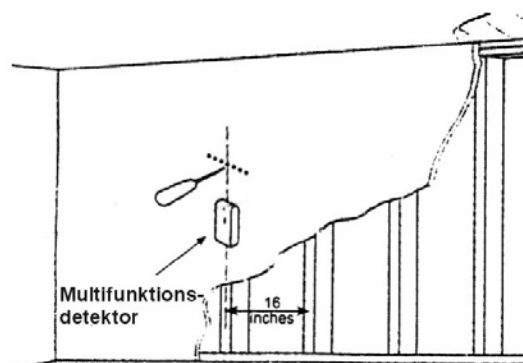

Abbildung 1
1. Wählen Sie zwei nebeneinander stehende Holzbalken oder -stützen aus. Falls diese unter Tapete, Putz, dünnem Mauerwerk oder Ähnlichem verborgen sein sollten, vergewissern Sie sich ihrer genauen Lage, indem Sie beispielsweise einen schmalen Nagel oder eine Ahle verwenden (siehe Abbildung 1).